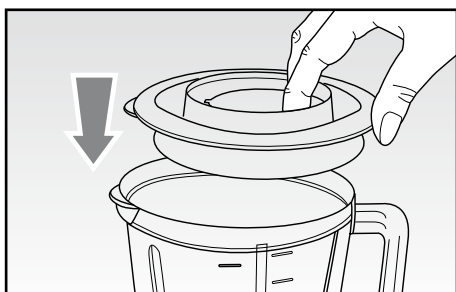

Fig. 11
- Montare il coperchio (L) sul frullatore (N), e premerlo leggermente verso il basso fino al completo inserimento (Fig. 11).